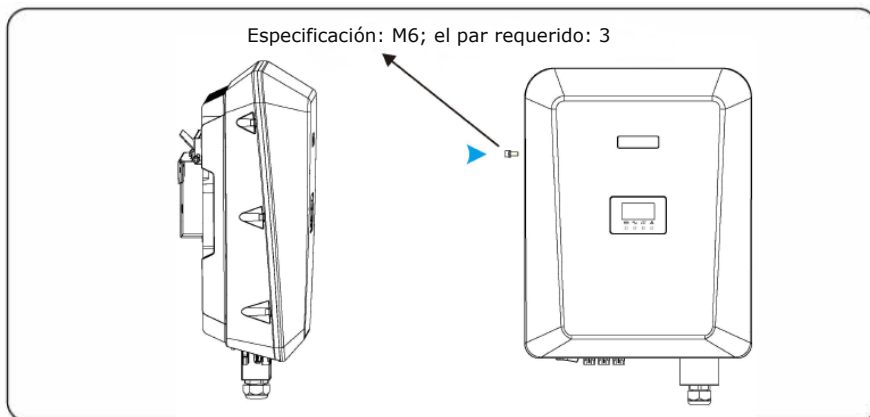

Figura 4.15 Fijación del inversor
**Paso 7** Bloquee el inversor con el soporte de fijación y asegúrese de que el inversor está asegurado comprobando si hay resistencia cuando se aplica un ligero tirón, como se muestra en la figura 4.15.